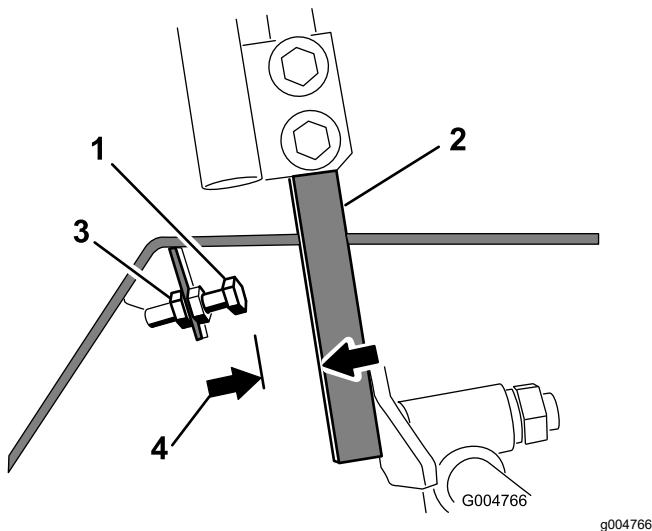

Figura 60
4. Afloje la contratuerca del perno de tope de una palanca de control (Figura 60).